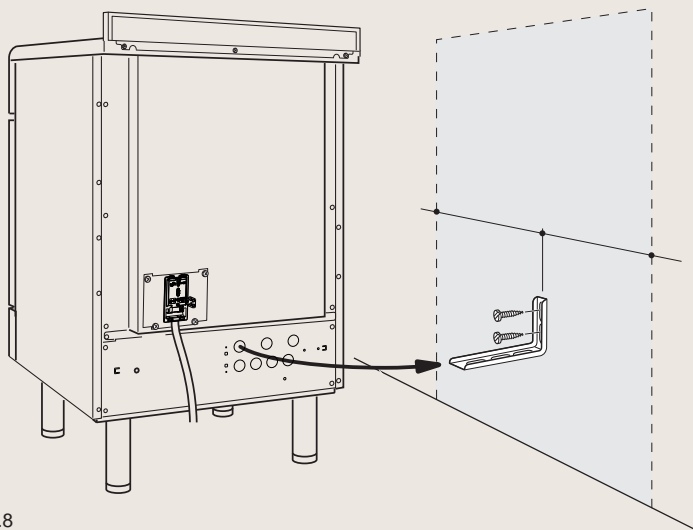

Fig. 1.8
1. Une fois que vous avez décidé où installer la cuisinière, faites deux marques sur le mur; ces marques correspondent aux endroits où les 2 vis de l'équerre anti-basculement doivent être vissées. Suivez les indications présentées sur le schéma fig. 1.8.
4. Déplacez la cuisinière près du mur et ajustez la hauteur de l'équerre anti-basculement de sorte qu'elle puisse entrer dans l'emplacement prévu à l'arrière de la cuisinière, comme sur le schéma fig. 1.8.